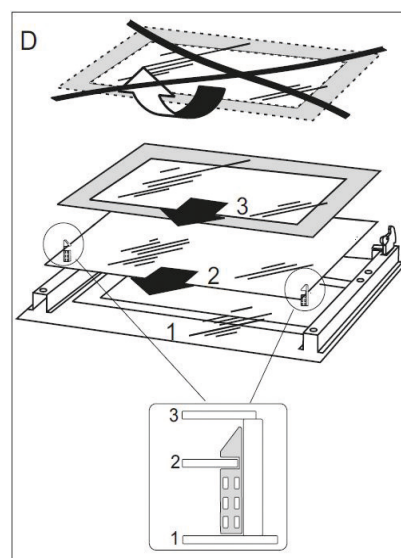

FIGURE 17
- Décrochez la vitre de sa fixation (voir figure 17) puis, extraire la vitre.